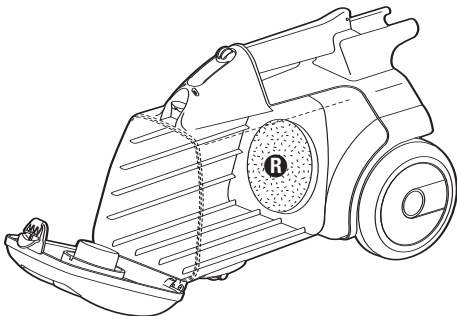

FIG. 15
Step 2: Grasp filter **4** and pull out to remove (Fig. 15).
Étape 2 : Saisissez le filtre ❶ et tirez-le pour l'extraire (Fig. 15).
Paso 2: Tome el filtro ❶ y jale hacia afuera para retirarlo (Fig. 15).